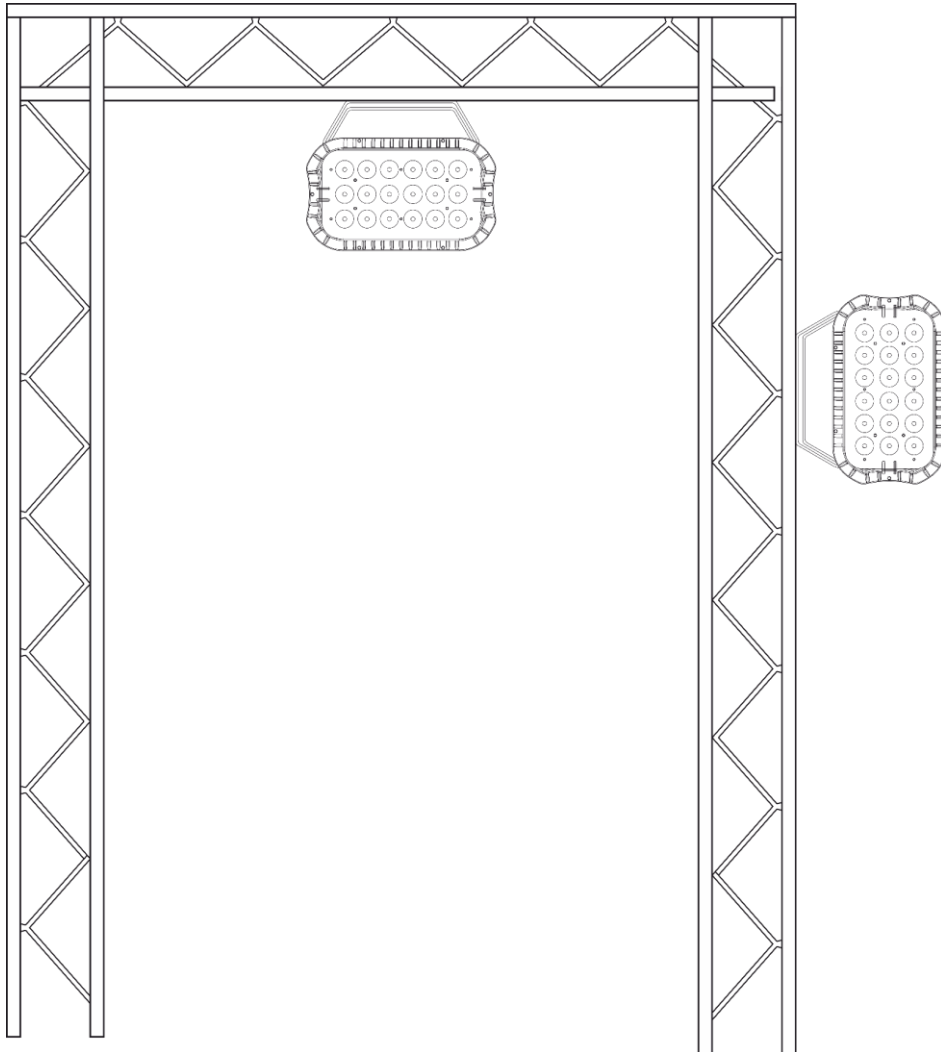

Abb. 05
- 01) Befestigen Sie das Gerät mit einer Schelle an der Tragstruktur, wie in Abb. 05 dargestellt. Stellen Sie sicher, dass sich das Gerät nicht frei bewegen kann.